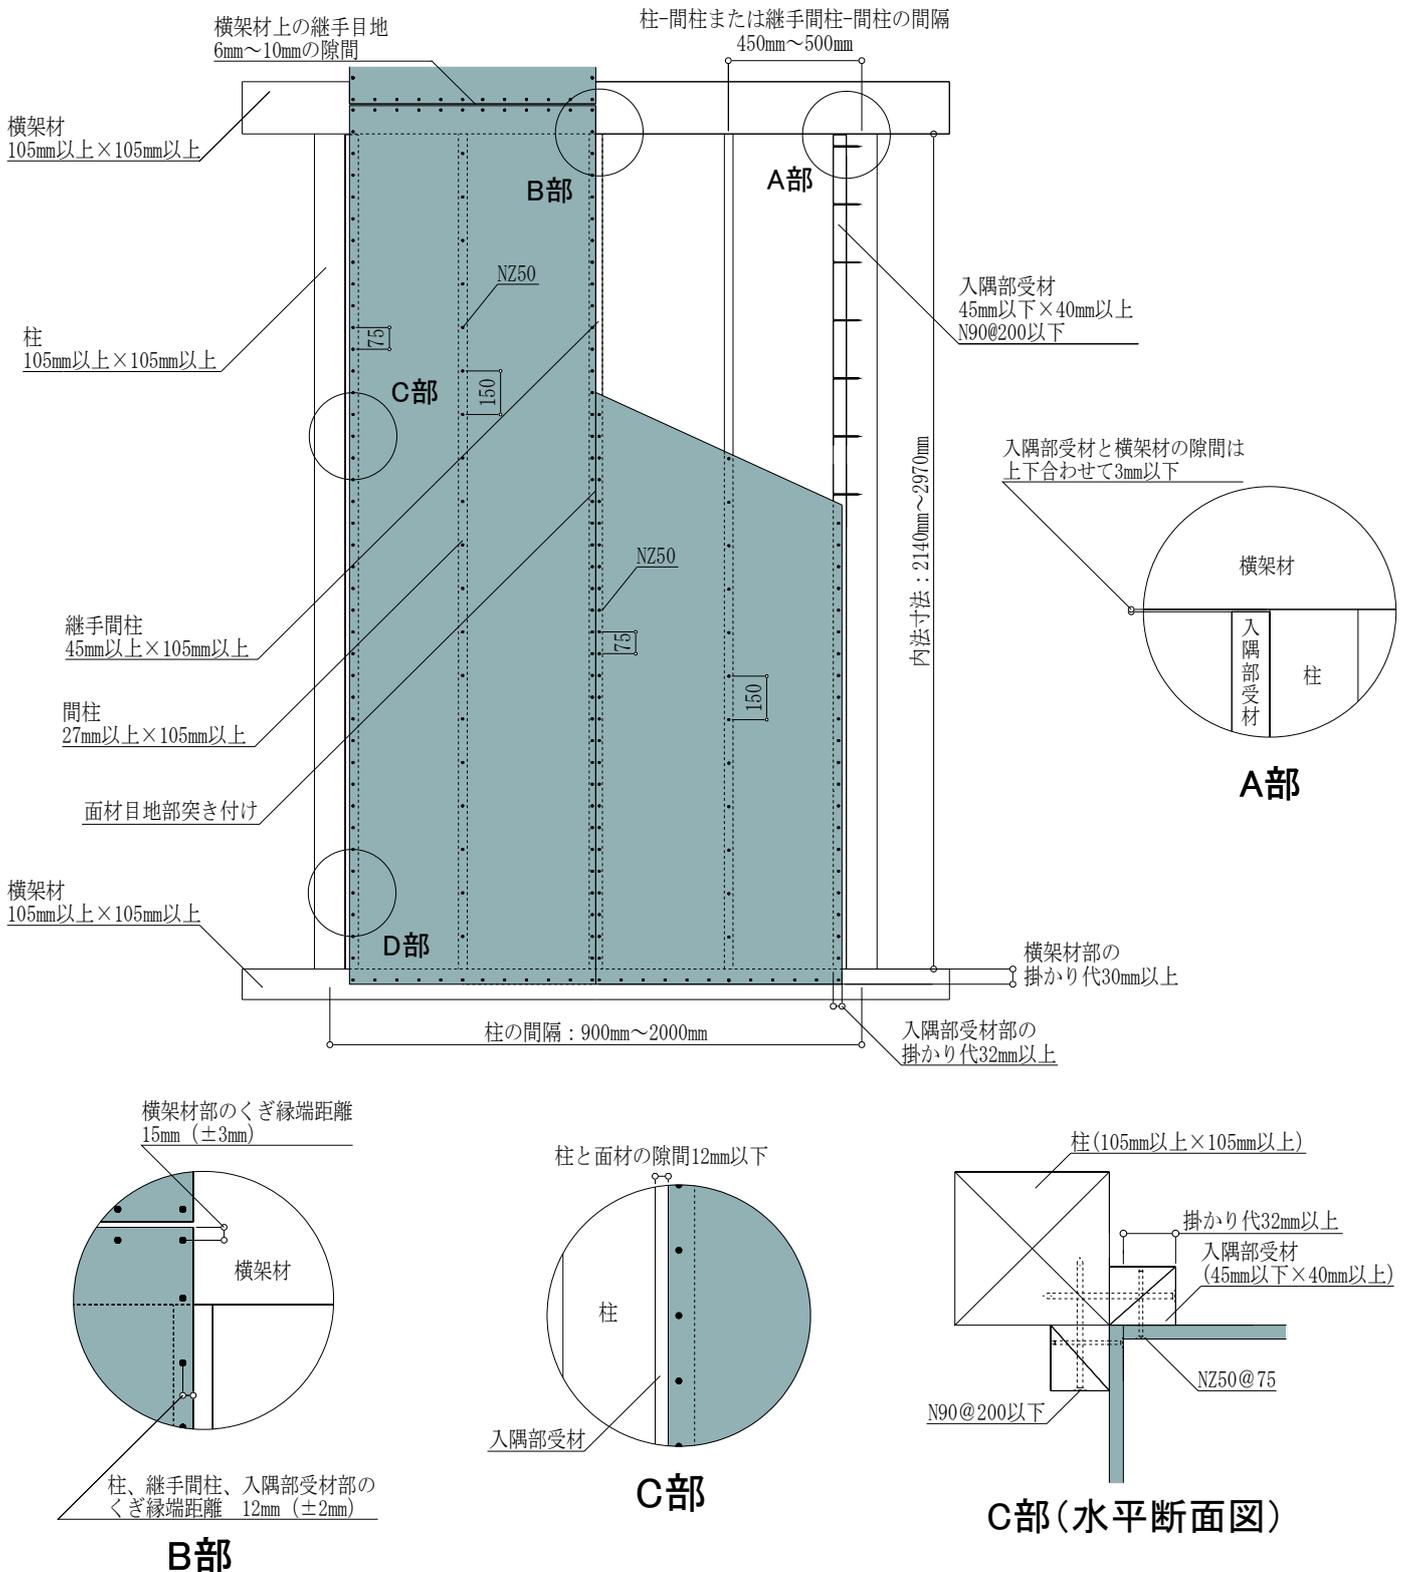

図8 入隅仕様 (FRM-0680 : 2.5倍) 施工概略図 (2Pの場合)
施工においては、図8および注意事項に記載の内容を遵守してください。
- ・タイガーEX ハイパーは、原則1枚張りとし、縦継ぎ張りについては、P30「⑨縦継ぎ張りについて」をご確認ください。
- ・図8は2Pの施工例となっておりますが、1Pの場合も耐力壁とできます。